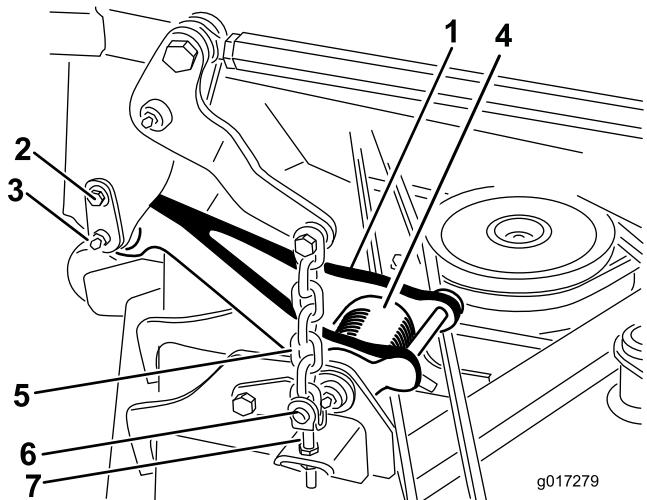

Figura 2
Nota: Cuando el cortacésped está en la posición elevada, la tensión del muelle de torsión de la biela de tiro es menor (Figura 2), de modo que es mucho más fácil desconectar las bielas de tiro de la máquina.
- A. Retire el tornillo de cuello largo que sujeta el pasador de retención al bastidor de tiro (Figura 2).
- B. Retire con cuidado el pasador de retención del bastidor de tiro y de la biela de tiro (Figura 2).
- Retire los 4 pasadores de anilla y las chavetas que sujetan las cadenas de elevación a las horquillas de ajuste del cortacésped (Figura 2).
- Instale los 4 pasadores de anilla y las chavetas para sujetar las cadenas de elevación del cortacésped a las horquillas de ajuste del cortacésped (Figura 2).
- Alinee la biela de tiro con el bastidor de tiro y sujete la cadena con el pasador de retención (Figura 2). Sujete el pasador de retención al bastidor con el tornillo de cuello largo (Figura 2).